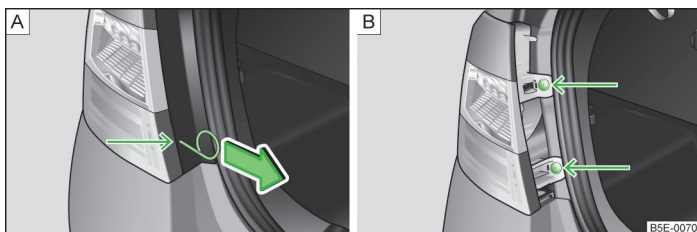

Fig. 181 Desmontar la cubierta/luz
- Meter el estribo en el orificio por el punto indicado por una flecha » fig. 181 - [A] para retirar los tapacubos integrales » página 195, *Herramienta de a bordo*.
- Retirar la cubierta en la dirección de la flecha » fig. 181 - [A].
- Desenroscar las luces con el destornillador de la herramienta de a bordo » fig. 181 - [B].